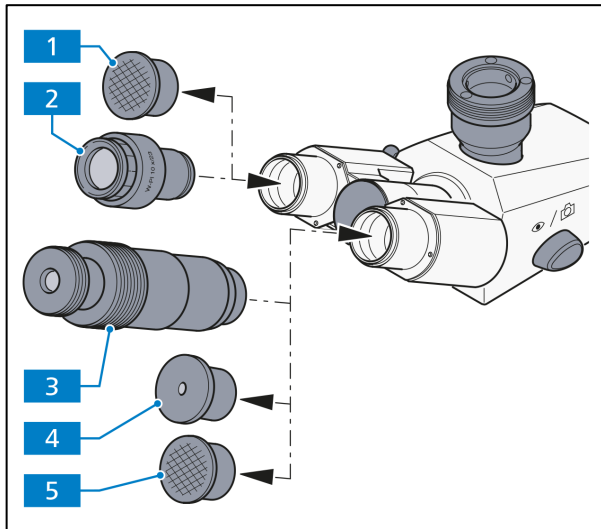

Abb. 3-4 Okulare einsetzen
- Beide Staubschutzkappen (Abb. 3-4/1 und 5) aus dem Binokulartubus entfernen.
- Beide Okulare (Abb. 3-4/2) aus den Behältern entnehmen und bis zum Anschlag in den Binokulartubus einsetzen.
- Das Hilfsmikroskop (Abb. 3-4/3) kann anstelle eines Okulars in einen der Binokularstützen eingesetzt werden und dient der Beobachtung von Apertur-, Phasen- und Dunkelfeldblenden bzw. der Zentrierung von Phasen- und Dunkelfeldblenden. Mithilfe der verstellbaren Augenlinse des Hilfsmikroskops kann man auf diese Blenden fokussieren.
- Das Hilfsmikroskop (Abb. 3-4/3) oder die Lochblende (Abb. 3-4/4) können zur Betrachtung konoskopischer Bilder eingesetzt werden.